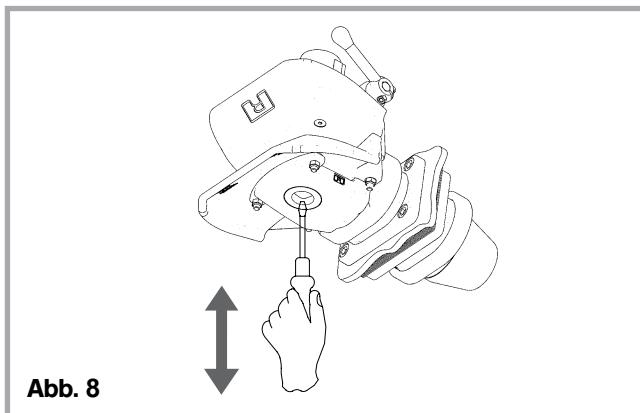

Abb. 8
- Das Höhenspiel am Kupplungsbolzen (s. Abb. 8) darf **max. 5 mm** betragen.